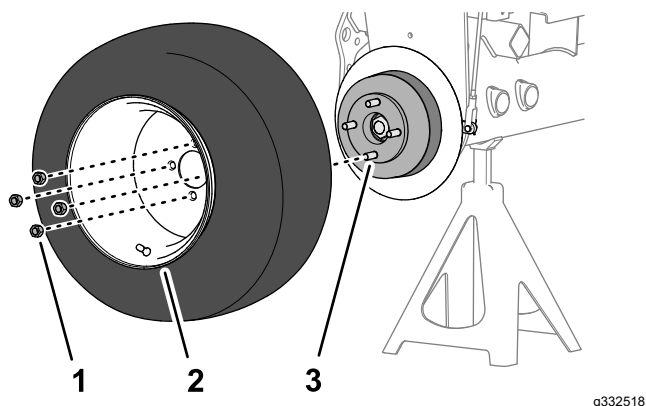

Figure 64
1. Retirez les 4 écrous qui fixent la roue avant au moyeu, et déposez la roue (Figure 64).